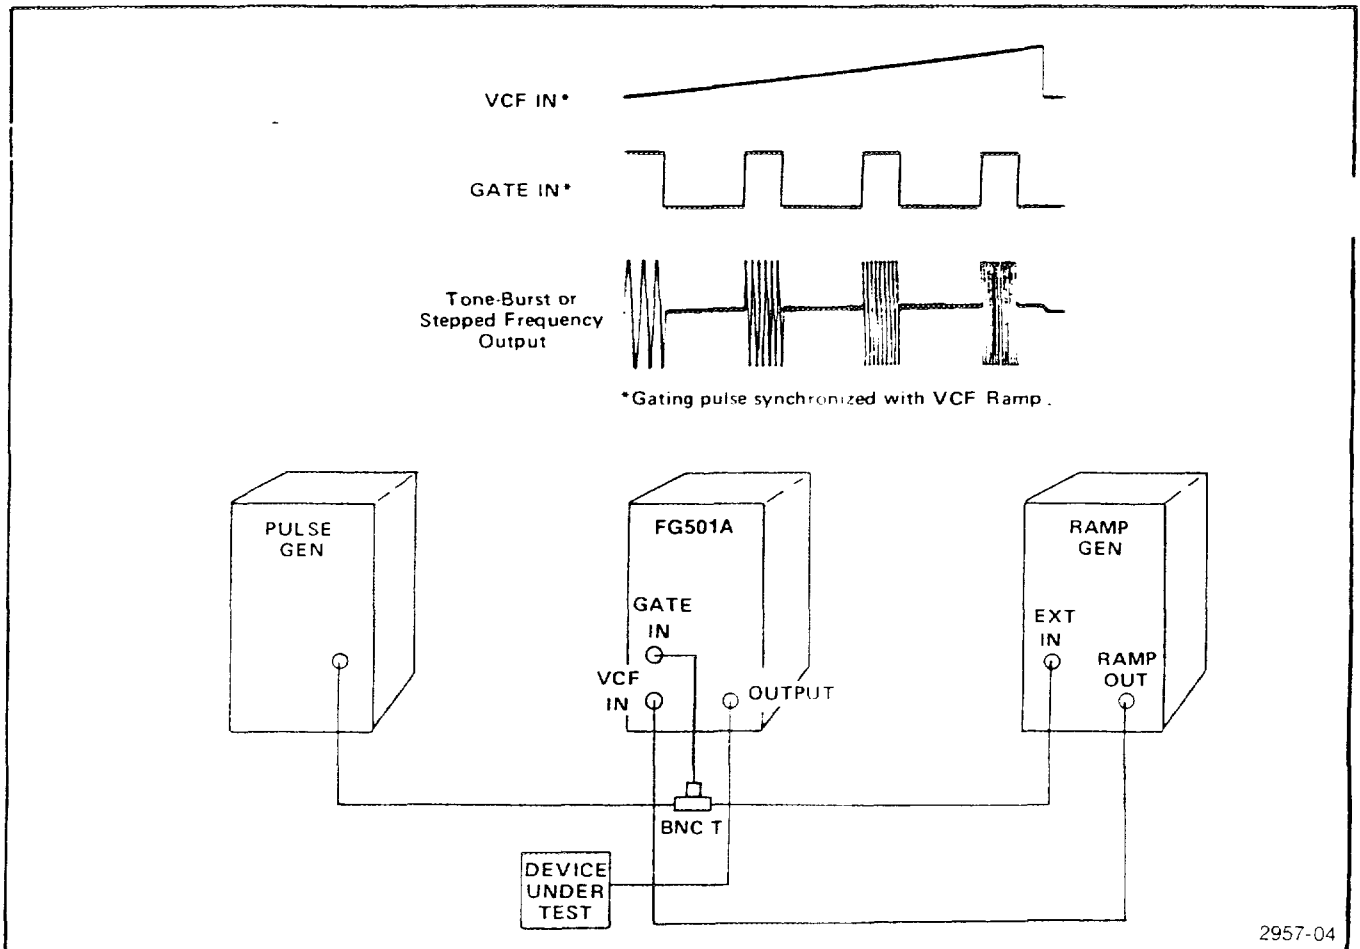

Abb. 2-12: Tonfrequenzgenerator oder Stufenfrequenzmultiplikation.
1. Nehmen Sie die Anschlüsse entsprechend der Abb. 2-12 vor.